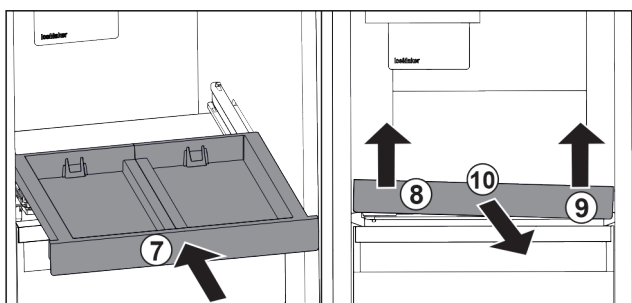

Fig. 91
- ▶ Rentrer le compartiment coulissant. Fig. 91 (7)
- ▶ Soulever le compartiment coulissant au niveau de la partie avant gauche. Fig. 91 (8)
- ▶ Soulever le compartiment coulissant au niveau de la partie avant droite. Fig. 91 (9)
- ▶ Retirer le compartiment coulissant par l'avant. Fig. 91 (10)